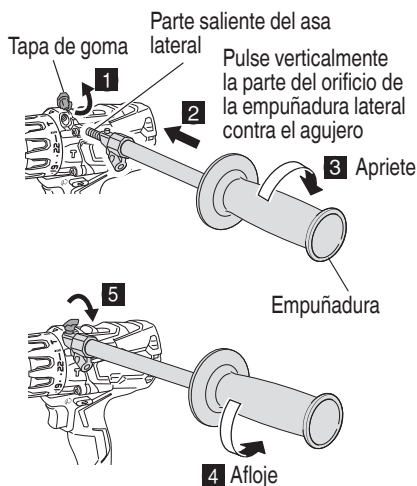

Fig. 10
- Instalación/desmontaje del asa lateral. (Fig. 10)